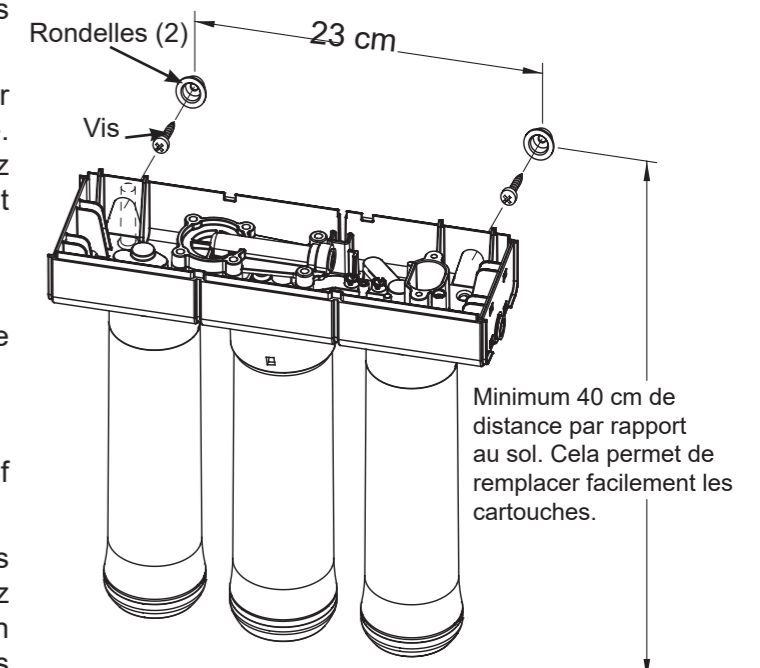

FIG. 13
Cf Fig. 13. Les rondelles de fixation permettent de lever les filtres des rondelles sans désinstaller tout le système. Lorsque vous préparez votre installation, vous devez prévoir un espace suffisant pour faciliter le remplacement des cartouches.
2. Repérez les trous de montage au dos de l'unité. Cf Fig. 13.
3. Placez l'unité contre le mur et indiquez les emplacements des rondelles. Cf Fig. 13. Montez l'unité suffisamment en hauteur pour laisser un espace permettant de remplacer facilement les cartouches, sans avoir besoin de démonter l'unité du mur.